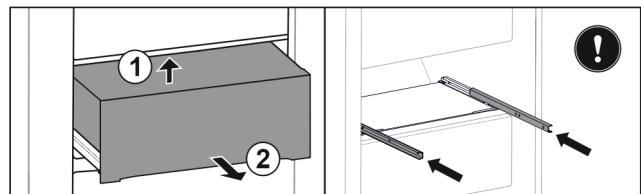

Fig. 43
- ▶ Підняти знизу назад Fig. 43 (1).
- ▶ Витягнути вперед Fig. 43 (2).